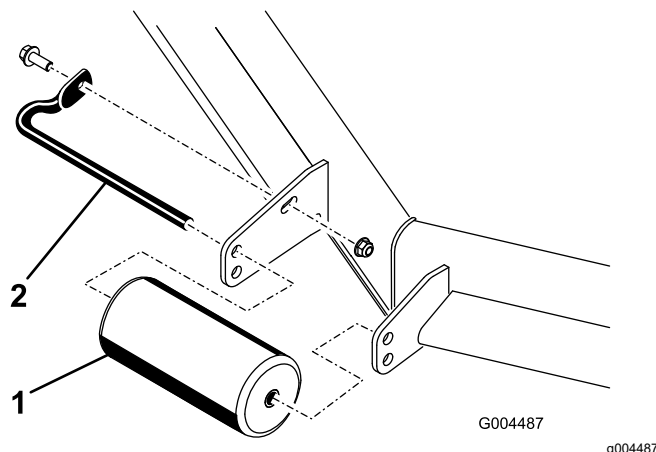

Figura 7
4. Retire las fijaciones que sujetan cada rodillo al cortacésped y mueva los rodillos hacia arriba o hacia abajo según sea necesario (Figura 7).